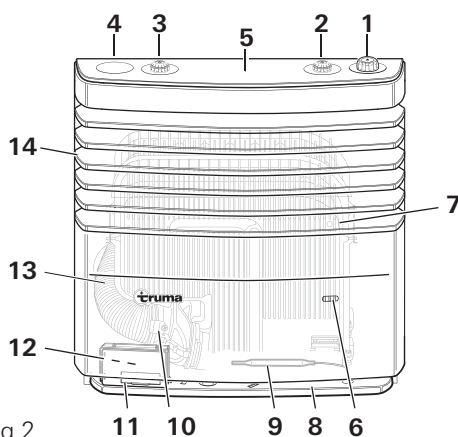

Afbeelding 1
3. Controleer het ontstekingsproces door het kijkvenster (afb. 1 – 6 of 2 – 6). Als de ontsteking succesvol is, is er een vlam zichtbaar.